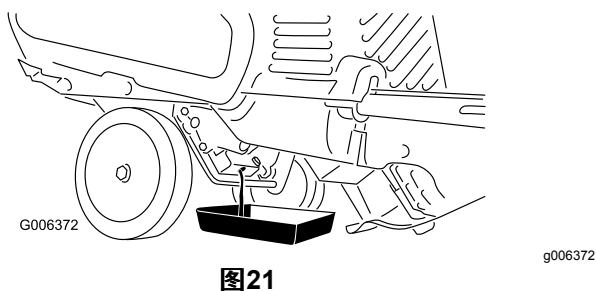

图21
3. 将放油盘放在排油塞下拔掉排油塞向后倾斜机器并将废油排入放油盘中图21。